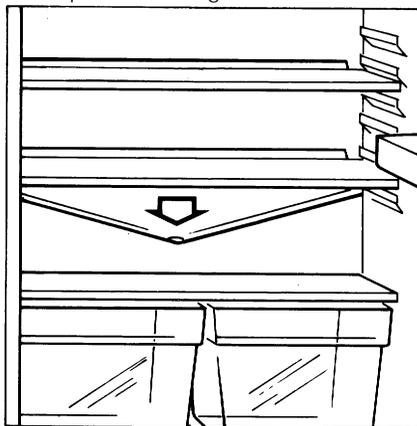

Fig. 17
- Controllare il foro di scarico dell'acqua di sbrinamento, posto sulla parte posteriore dello scomparto refrigerante (**Fig. 17**). In caso di ostruzioni, pulire utilizzando l'apposito pulitore in dotazione.